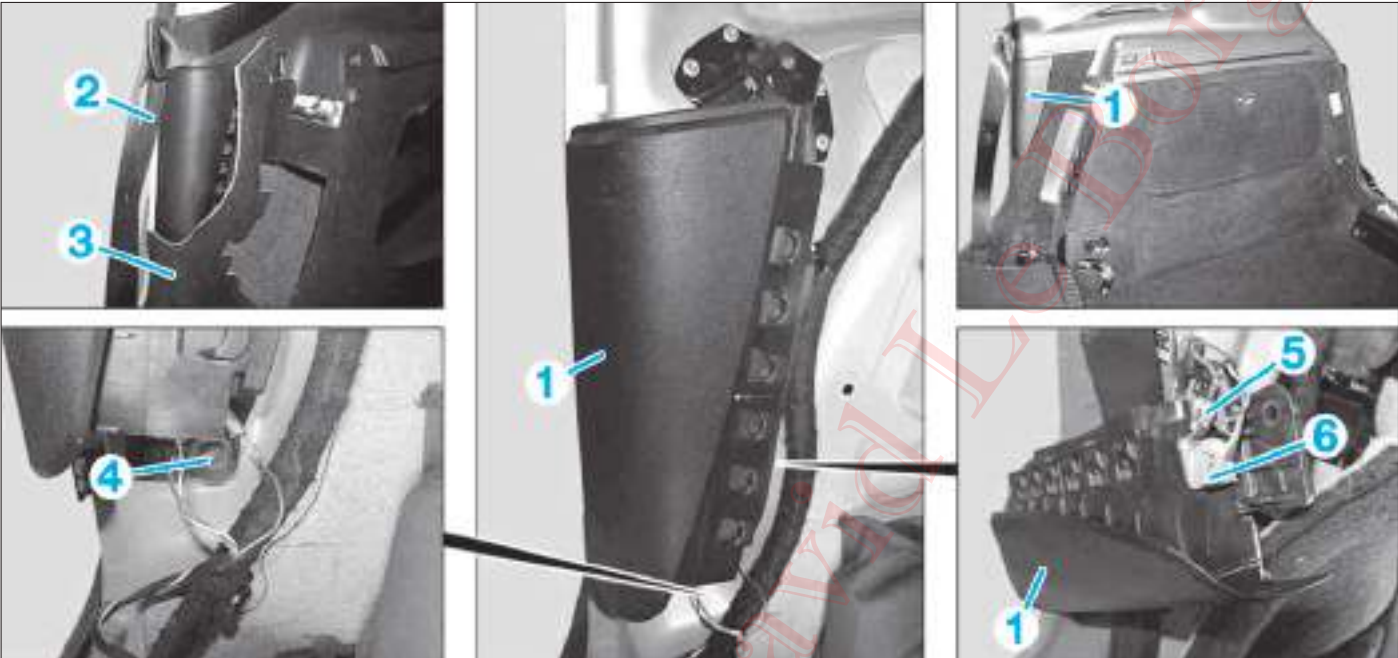

FIG. 8
- Attendant à l'airbag latéral arrière (1) (Fig.8) :
- enlever le joint d'encadrement de porte (2),
- mettre de côté la garniture (3).